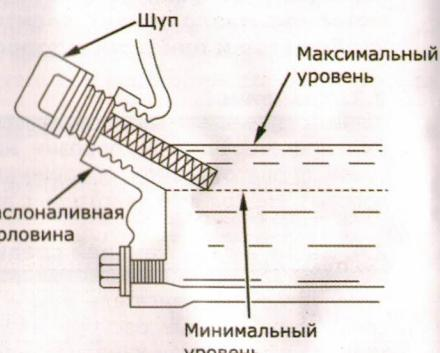

Рис.3
- Каждый раз перед запуском и через каждые пять часов работы проверяйте уровень масла. Поддерживайте уровень масла между отметками MIN и MAX на масляном щупе (рис.3).
- извлеките масляный щуп, проверьте уровень масла, при низком уровне - долейте масло до нужного уровня по меткам на щупе (рис.3). При высоком уровне - слейте лишнее масло, отвернув маслосливную пробку картера двигателя.